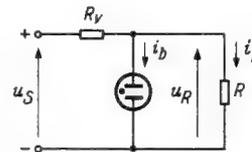

Bild 30. Prinzipielle Schaltung des Glimmstabilisators
C. Wirkungsweise (Bild 30)
Der Glimmstabilisator wird, wie in Bild 30 gezeigt, geschaltet. Steigt die Speisespannung an, so erhöht sich u_R . Höhere Spannung am Stabilisator